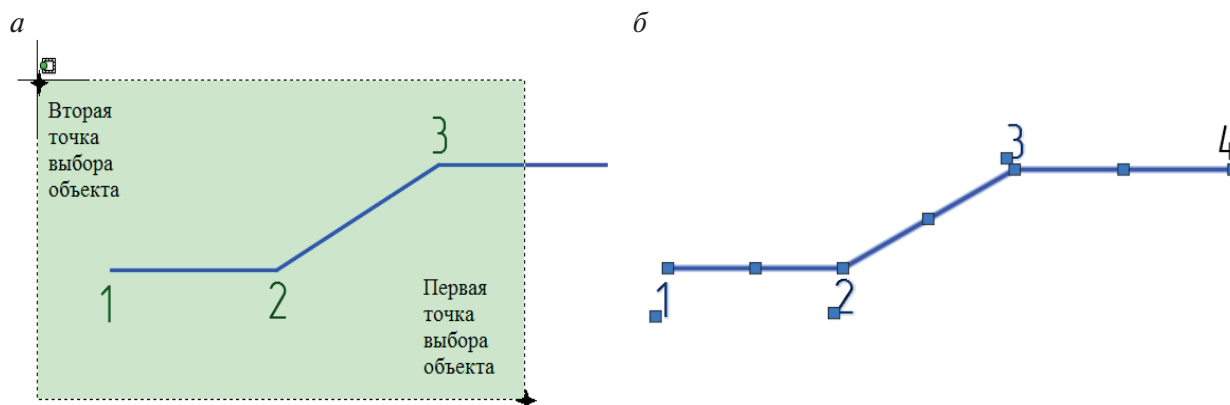

Рис. 2.1.4. Выбор объекта окном справа налево:
- Окно выбора объектов, формируемое справа налево, называется *секущей рамкой*, имеет зеленый цвет и обведено штриховой линией (рис. 2.1.4). Это окно выбирает объекты, даже частично попавшие в окно выбора. **Снять выделение объекта можно, щелкнув Esc.**